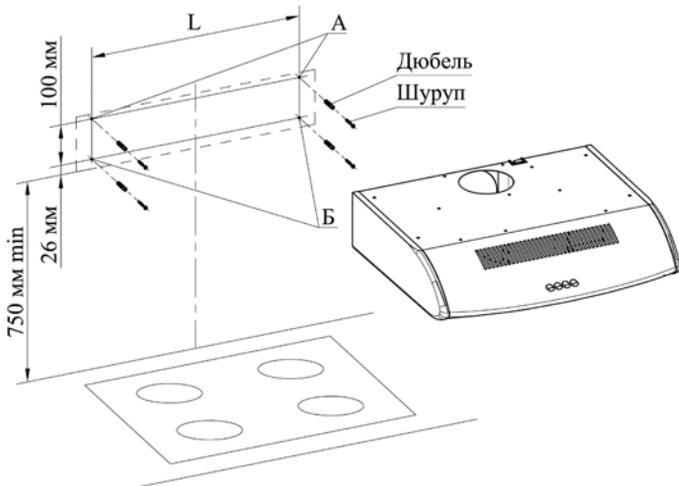

Рис. 3
ВНИМАНИЕ! МИНИМАЛЬНОЕ РАССТОЯНИЕ МЕЖДУ ПЛОСКОСТЬЮ УСТАНОВКИ ПОСУДЫ НА ПЛИТУ (НАГРЕВАТЕЛЬНУЮ ПОВЕРХНОСТЬ) И ВОЗДУХООЧИСТИТЕЛЕМ ДОЛЖНО БЫТЬ 75 см. ВОЗДУХООЧИСТИТЕЛЬ КРЕПИТЬ НА РОВНУЮ ПОВЕРХНОСТЬ (рис. 3).
- 6.3 С учетом установочной высоты и центральной линии разметьте на стене отверстия (А и Б) (рис. 3).
- 6.4 Просверлите отверстия (А и Б) диаметром 8 мм на глубину 50 мм (рис. 3).
- 6.5 В отверстия вставьте дюбели согласно рис. 3 и по отверстиям А заверните не до упора два шурупа, на которые навесьте воздухоочиститель со снятыми фильтром металлическим (крышкой).